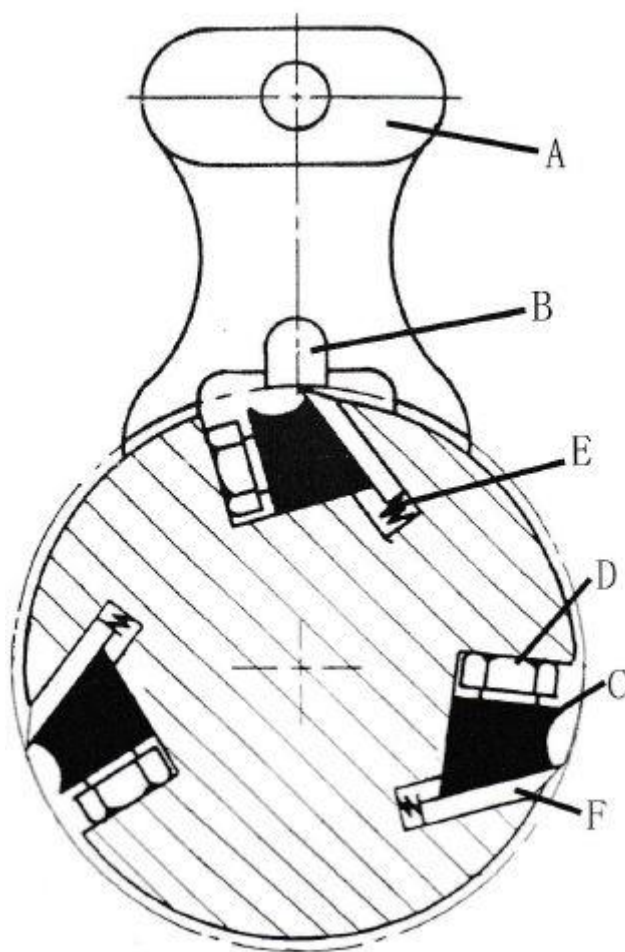

Рис. 21 Схема установки ножей
Ножи должны касаться только нижней части центрального выступа (В) прибора для установки ножей, как показано на Рис. 21.
4. Если необходима регулировка одного или нескольких ножей, то слегка ослабьте стопорные планки ножа (C), Рис. 21, всех трех ножей, повернув 15 стопорных винтов (D), Рис. 21, в стопорные планки ножей ровно настолько, чтобы ослабить напряжение в фрезерной головке и не нарушать настройку ножей.
5. С помощью прибора для установки ножей отрегулируйте нож, который необходимо перенастроить, ослабив все пять стопорных винтов (D), Рис. 21, повернув их в стопорную планку ножа. Если стопорная планка ножа ослабнет, то подъемные пружины (E), расположенные под ножом, будут поднимать нож до тех пор, пока он не войдет в контакт с центральным выступом (B) прибора (A), Рис. 21. Затем плотно прижмите стопорную планку ножа, слегка открутив пять стопорных винтов (D) напротив паза. ПРИМЕЧАНИЕ: В этот момент затягивайте нож в паз только настолько, чтобы нож удерживался в нужном положении.
7. После установки всех трех ножей с винтами, которые должны быть плотно затянуты, вытащите и затягивайте пять винтов (D), Рис. 21, напротив паза, начиная сначала с концевых винтов, затем с центральных винтов до тех пор, пока нож не будет надежно закреплен в фрезерной головке.